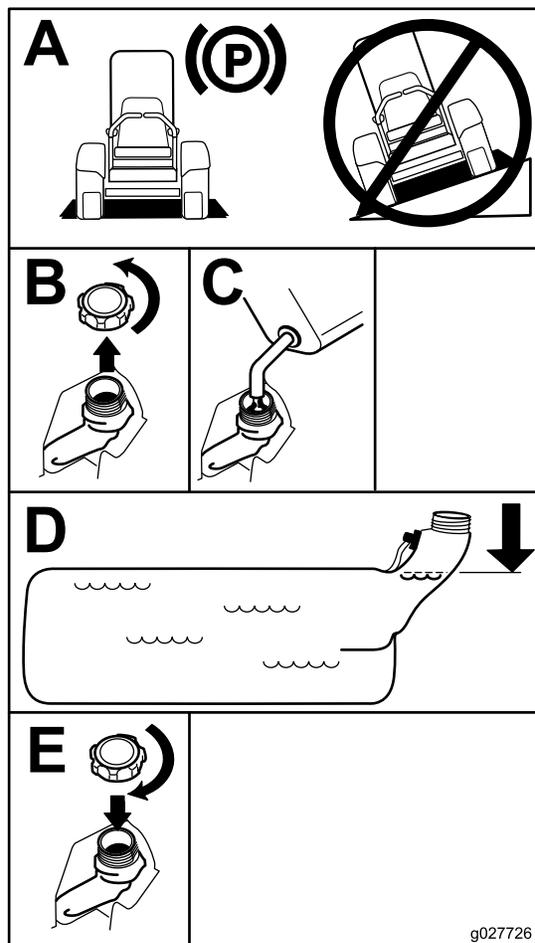

Figure 7
3. Nettoyez la surface autour du bouchon du réservoir de carburant et enlevez le bouchon. Versez de l'essence ordinaire sans plomb dans le réservoir de carburant jusqu'à ce que le niveau se situe entre 6 et 13 mm (0,25 et 0,50 po) en dessous de la base du goulot de remplissage. L'espace au-dessus doit rester vide pour permettre à l'essence de se dilater. Ne remplissez pas complètement le réservoir de carburant; voir Figure 7.